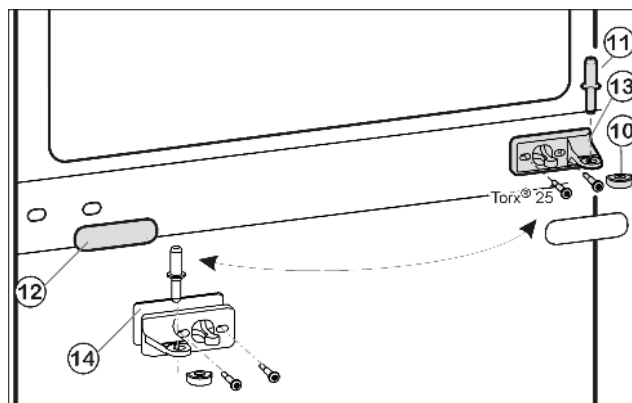
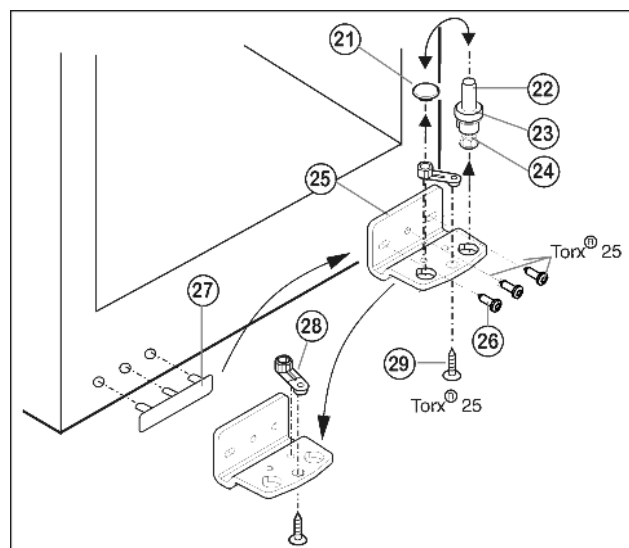

Fig. 9
Fig. 10
- ▶ Scoateți bolțul lagărului mijlociu Fig. 9 (11) din suportul lagărului și din ușa inferioară.
- ▶ Scoateți capacul din plastic Fig. 9 (10).
- ▶ Deșurubați mijlocul suportului lagărului Fig. 9 (13) (2 ori Torx® 25).
- ▶ Scoateți cu atenție masca de protecție Fig. 9 (12).
- ▶ Înșurubați strâns (cu 4 Nm) Fig. 9 (13) mijlocul suportului de lagăr Fig. 9 (14) cu suportul, rotit cu 180°, pe noua latură a balamalei.
- ▶ Cuplați din nou masca de protecție Fig. 9 (12), rotită cu 180°, pe noua latură a mânerului.
- ▶ Extrageți bolțul lagărului Fig. 10 (22) integral, împreună cu șaiba Fig. 10 (23) și piciorul reglabil Fig. 10 (24), în sus.
- ▶ Scoateți dopul Fig. 10 (21).
- ▶ Deșurubați Fig. 10 (26) suportul de lagăr Fig. 10 (25).
- ▶ Deșurubați *Fig. 10 (29)* piesa suport *Fig. 10 (28)* și montați-o la gaura opusă de montare a suportului lagărului, iar apoi înșurubați-o strâns.
- ▶ Scoateți cu atenție și mutați pe partea opusă capacul de pe partea de prindere *Fig. 10 (27)*.
- ▶ Înșurubați **strâns (cu 4 Nm)** suportul lagărului *Fig. 10 (25)* pe noua parte a balamalei, folosind o șurubelniță cu acumulator dacă este cazul.
- ▶ Introduceți dopul *Fig. 10 (21)* în cealaltă gaură.
- ▶ Introduceți din nou bolțul lagărului *Fig. 10 (22)* integral, împreună cu șaiba și piciorul reglabil. Aveți grijă aici ca respectiva camă de cuplare să fie îndreptată către înapoi.
- ▶ Așezați ușa inferioară de sus pe bolțul lagărului inferior *Fig. 10 (22)*.
- ▶ Așezați din nou capacul din plastic *Fig. 9 (10)* pe suportul de lagăr mijlociu *Fig. 9 (13)*.
- ▶ Introduceți bolțul lagărului mijlociu *Fig. 9 (11)*, pe noua latură a balamalelor, prin suportul de lagăr mijlociu *Fig. 9 (13)* în ușa inferioară.
- ▶ Așezați ușa superioară pe bolțul lagărului mijlociu *Fig. 9 (11)*.
- ▶ Aliniați eventual ușile, prin intermediul celor două găuri alungite din suportul de lagăr inferior *Fig. 10 (25)* și suportul de lagăr mijlociu *Fig. 9 (13)*, cu carcasa aparatului. Deșurubați șurubul mijlociu al suportului de lagăr inferior *Fig. 10 (25)*.